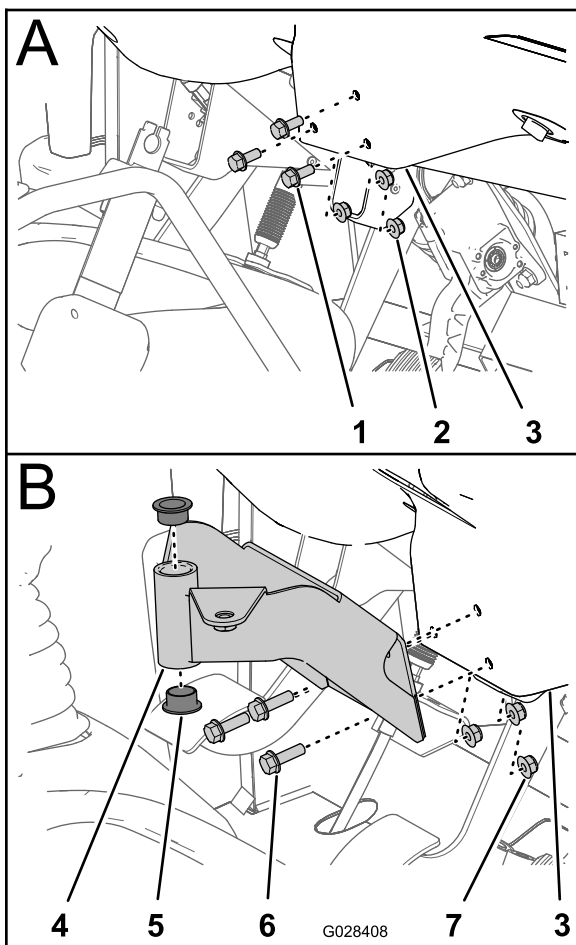

図 17
1. ダッシュパネルの中央下部分をダッシュパネル支持ブラケットに固定しているボルト3本とナット3個を外す 図 17。
2. 中央コンソール用取り付けブラケットの穴を、ダッシュパネルと支持ブラケットの穴に合わせる 図 17。
4. ボルトとナットをトルク締めする (図 17)。
5. 取り付けブラケットにプラスチック製ブッシュ2個を入れる 図 17。